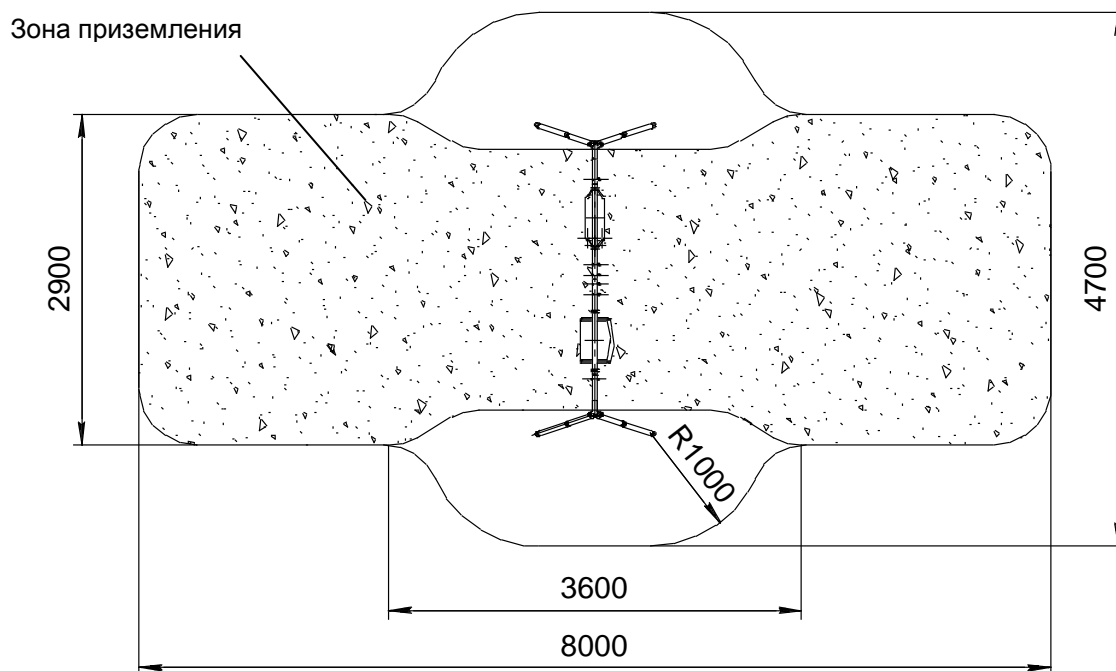

Рис.2
- 11.7. В зоне приземления, (см. рис.2), должно быть ударопоглощающее покрытие (песок, древесные опилки), минимальной толщиной 300 мм.